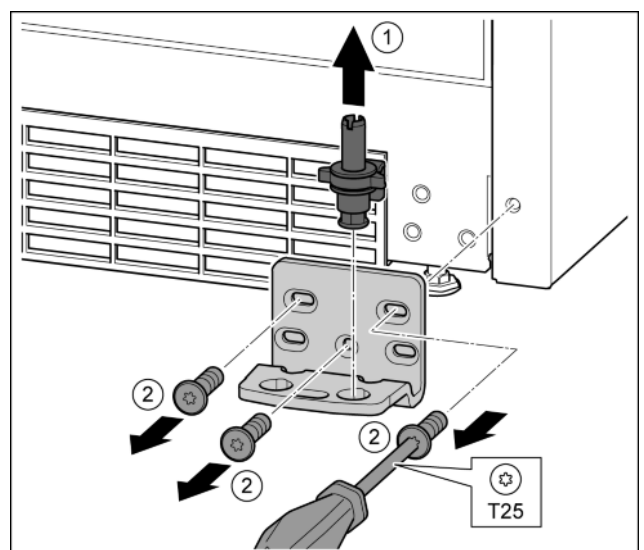

Fig. 16
- ▶ Извадете изцяло нагоре лагерния болт. Fig. 16 (1)
- ▶ Отвийте винтовете с отвертка T25 и свалете лагерната стойка Fig. 16 (2)